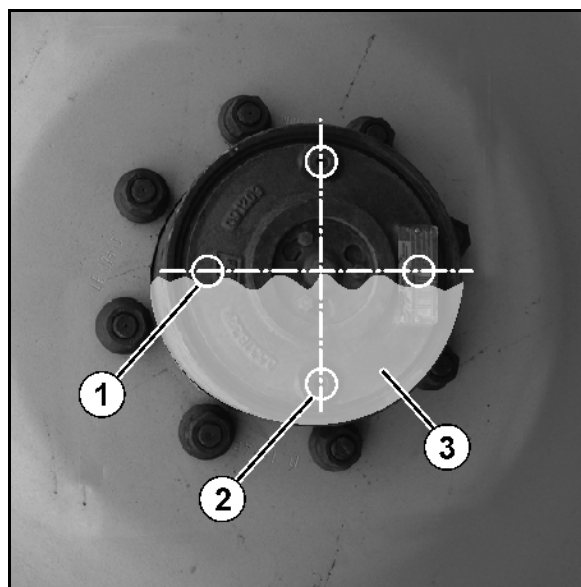

Fig. 156
Tendre la courroie trapézoïdale par l'écrou (Fig. 156/1) du dispositif de serrage si nécessaire ou après un remplacement.
4. Remplir d'huile jusqu'à l'orifice (Fig. 156/3) puis revisser l'obturateur.